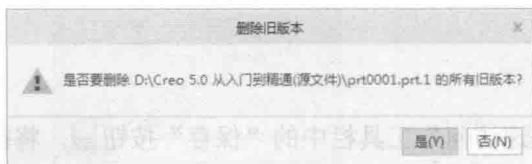

图 1-25 “删除旧版本”对话框
- “删除旧版本”命令：删除同一个文件的旧版本，即除了最新版本以外的所有同名的文件全部删除。注意，此时只删除了数据库中的旧版本文件，而在硬盘中这些文件依然存在。单击此命令，会弹出“删除旧版本”对话框，如图 1-25 所示。